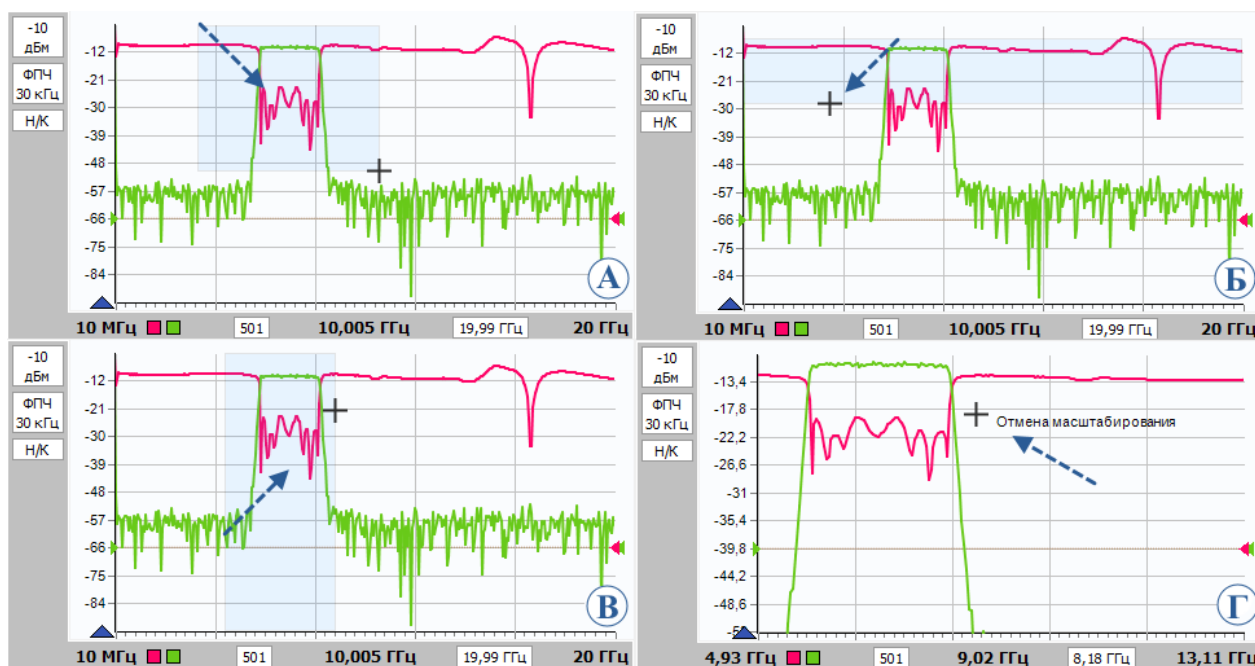

Рисунок 4.27 – Варианты графического задания масштаба и диапазона
- «влево-вниз» рисуются горизонтальные линии выделения по всей ширине диаграммы (рисунок 4.27-Б). После отжимания кнопки мыши изменяется только вертикальный масштаб выделенных трасс.
- «вправо-вверх» рисуются вертикальные линии выделения по всей высоте диаграммы (рисунок 4.27-В). После отжимания кнопки мыши изменяется только диапазон сканирования в соответствующих выделенным трассам измерительных каналах.
- «влево-вверх» отменяется последнее масштабирование (рисунок 4.27-Г). Можно последовательно отменить несколько операций масштабирования, если между ними не использовались функции «автомасштаба».